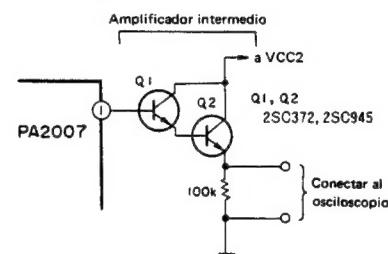

Fig. 14-6. Conectar al amplificador intermedio
2. Conectar un amplificador intermedio a la pastilla 1 del IG PA2007 y conectar la salida a un osciloscopio (Fig. 14-6).